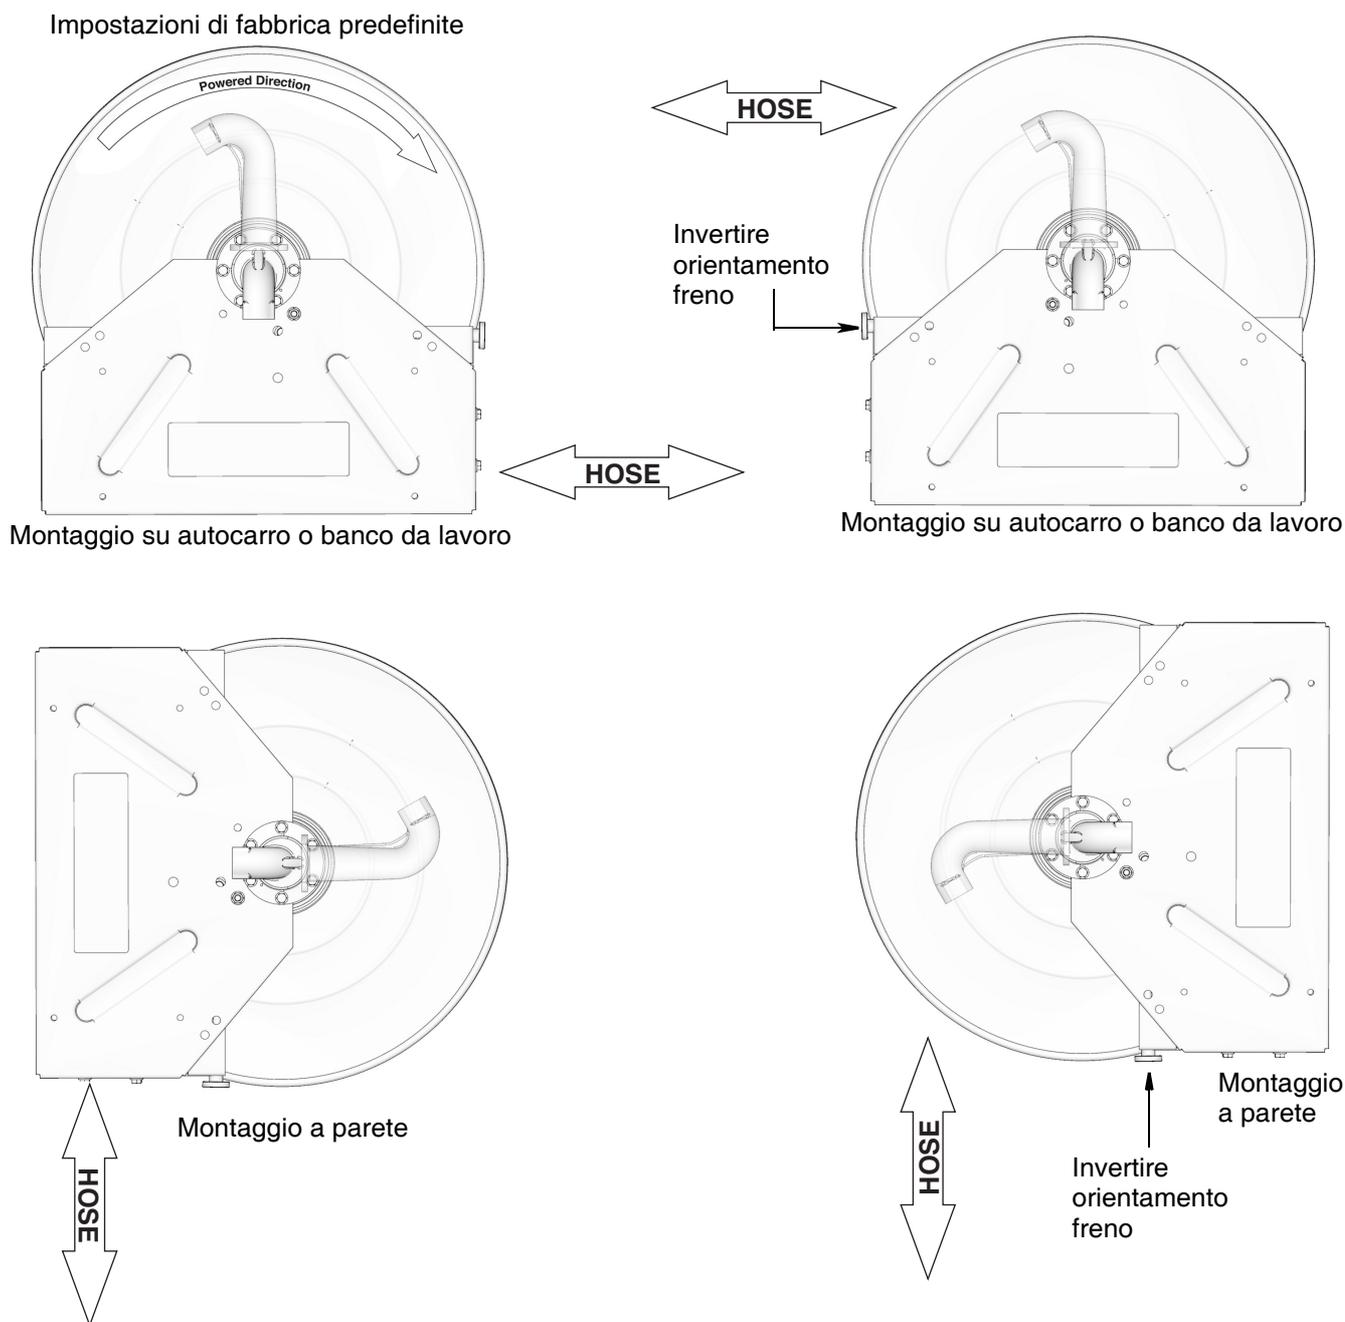
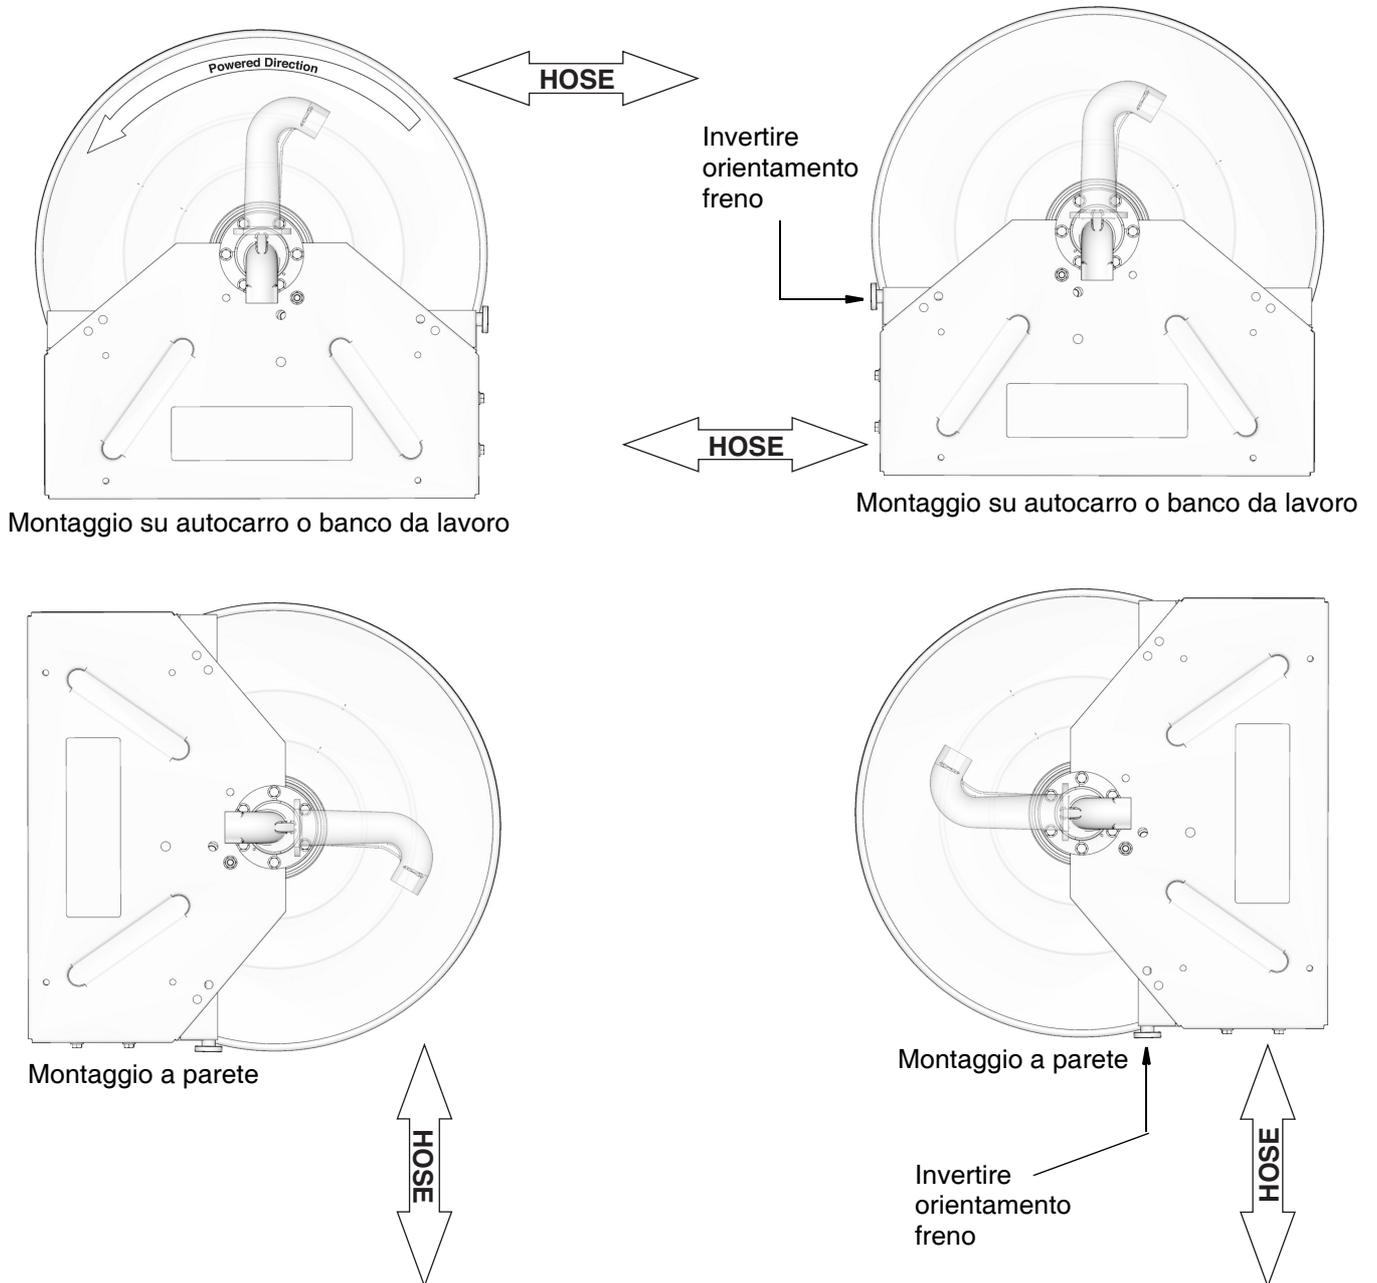

Fig. 22: Lato ingresso mostrato
FIG. 23: Lato ingresso mostrato
L'orientamento dell'uscita (17) e la rotazione del motore (26) possono essere modificati come mostrato in FIG. 22-FIG. 23.
Nelle configurazioni in FIG. 22 il motore alimentato ruota in senso antiorario se visto dal lato motore della bobina. Tutte e quattro le configurazioni mostrate in FIG. 22 sono caratterizzate dalla rotazione del motore e dall'orientamento dell'uscita standard di fabbrica.
Nelle configurazioni in FIG. 23 il motore alimentato ruota in senso orario se visto dal lato motore della bobina. Tutte e quattro le configurazioni mostrate in FIG. 23 richiedono l'inversione della rotazione del motore (26) e l'inversione dell'uscita (17).
3. Determinare l'orientamento corretto per l'uscita (17) nell'area di installazione. Consultare Orientamento dell'uscita e rotazione del motore, FIG. 22, pagina 28 e FIG. 23, pagina 29.